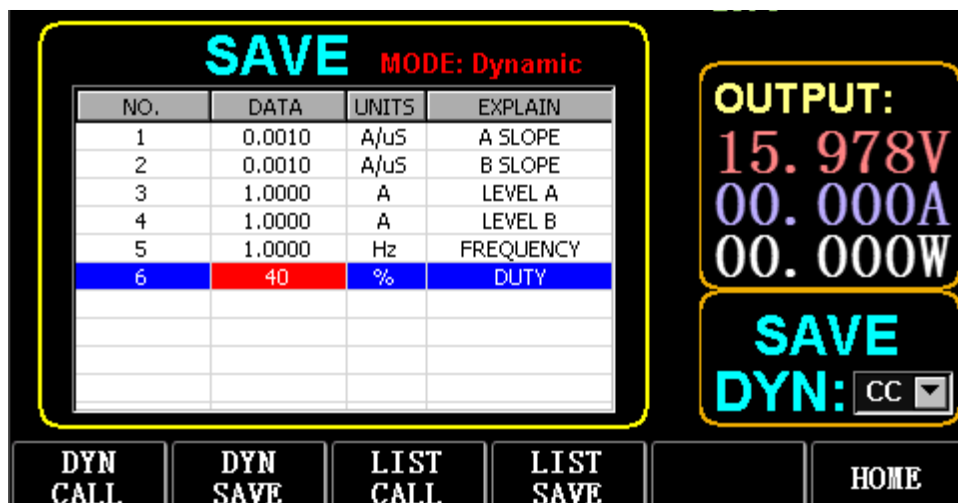

Fig. 3.1 DYN CC
Sélectionnez (FS) Dynamic pour accéder à l'interface illustrée à la figure 3.1.